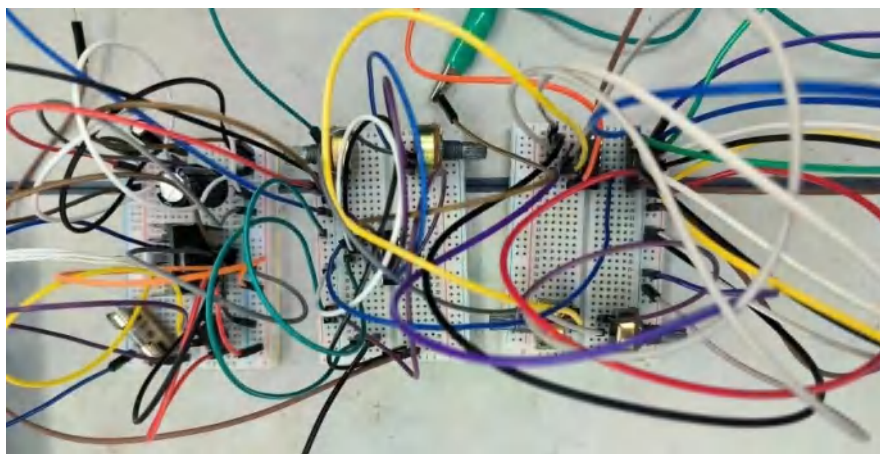
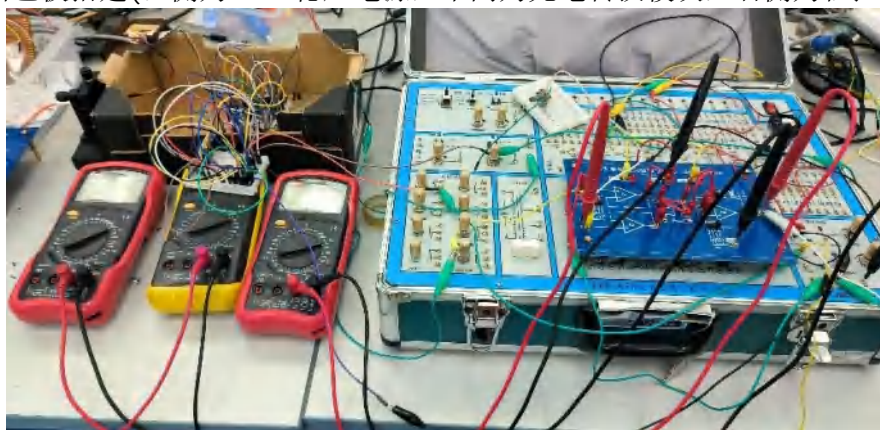

图6 面包板搭建(左侧为12V稳压电源，中间为光电转换模块，右侧为程控放大器)
图7 仪器初步实现
(3)电路搭建：项目初期，负责利用面包板以及已有电路进行了实验实现，搭建了电源、光电转换以及程控放大器模块，并将其与之前已有的仪表放大器串联，完全实现了光功率计的功能，面包板搭建如图6所示，以及最终将各部分串联如图7所示。